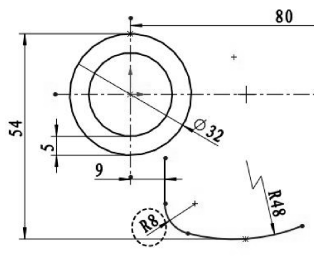

图 2-119 创建圆角
- 单击【绘制圆角】按钮 , 在竖直线与圆弧 (半径 48mm) 交点处创建圆角 (半径为 8mm), 如图 2-119 所示。